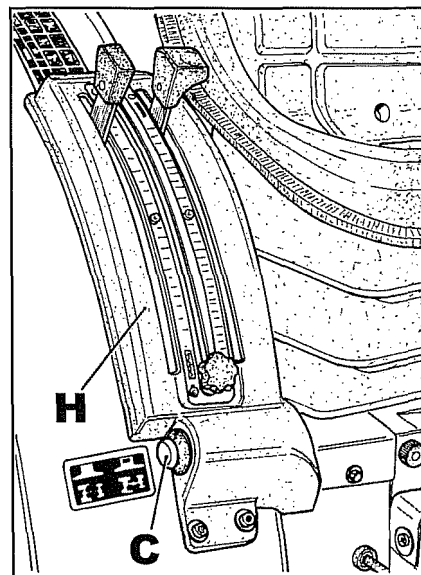

Fig. 2
Controlar depois se o supradito magnetismo se anula quer accionando os pedais do travão acoplados quer carregando no botão de dupla tracção **C** fig. 2. Em caso afirmativo significa que o problema na electroválvula é de tipo hidráulico (ver relativo parágrafo).
- 10 Afrouxar a protecção **H** fig. 2 das alavancas de comando do elevador situada no pára-lamas, logo, desenroscar a bucha que prende o botão **C** da dupla tracção.